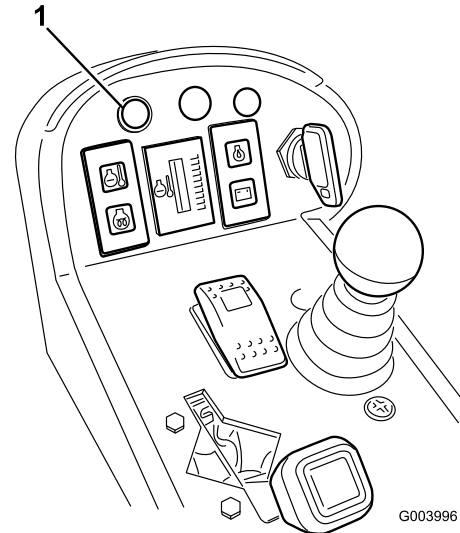

Bild 39
3. Nehmen Sie den Filter heraus und wechseln Sie ihn (Bild 39).